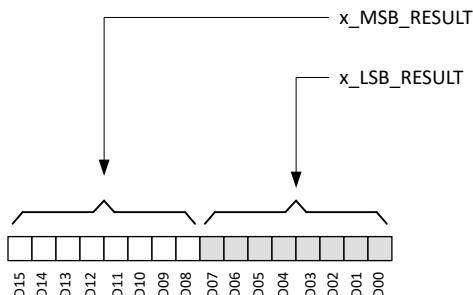

图 6-15. 磁传感器数据定义
X、Y 和 Z 磁传感器数据存储在 x_MSB_RESULT 和 x_LSB_RESULT 寄存器中。图 6-15 显示了每个传感器输出以 16 位二进制补码格式存储在两个 8 位寄存器中。数据可以结合 MSB 和 LSB 寄存器以 16 位格式检索，也可以通过 MSB 寄存器以 8 位格式检索。
- D_i 是图 6-15 中所示的数据位。